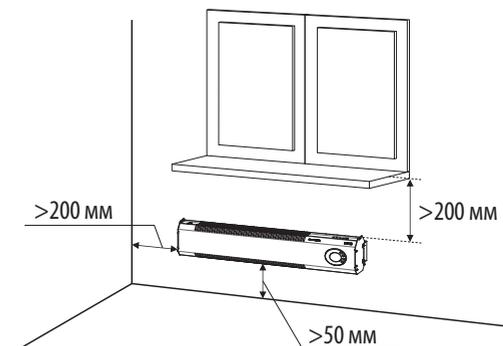

Рисунок 4. Размещение конвектора
6.1. Для нормальной работы конвектора необходимо обеспечить: расстояние до пола – не менее 50 мм, до боковой стены, мебели – не менее 200 мм, свободное пространство над конвектором – не менее 200 мм (см. рис. 4).